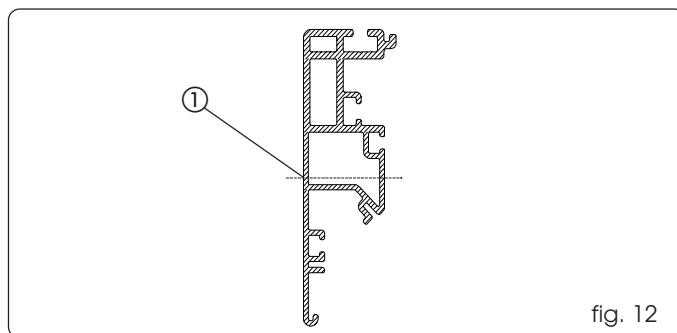

fig. 12
- 3) Eseguire i fori necessari sul profilo autoportante, nella posizione indicata in fig. 12 rif. ①.